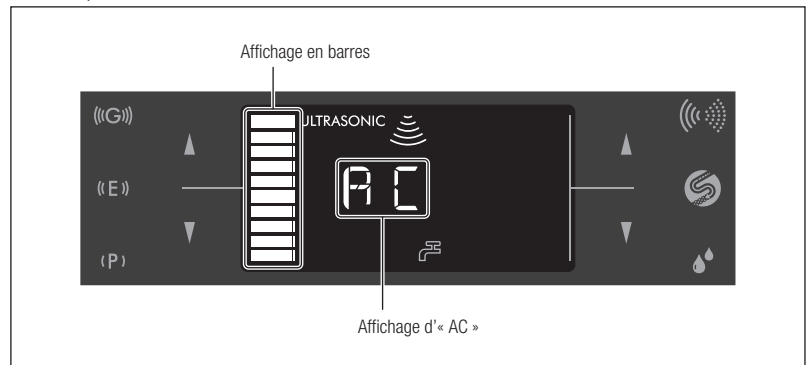

Fig. 34
- 7) Appuyez sur le bouton d'autonettoyage et maintenez-le enfoncé pendant environ 3 secondes pour démarrer l'autonettoyage. L'autonettoyage dure environ 45 secondes. Pendant l'autonettoyage, « AC » apparaît sur l'écran LCD et le temps restant approximatif est matérialisé par l'affichage en barres (Fig. 34).